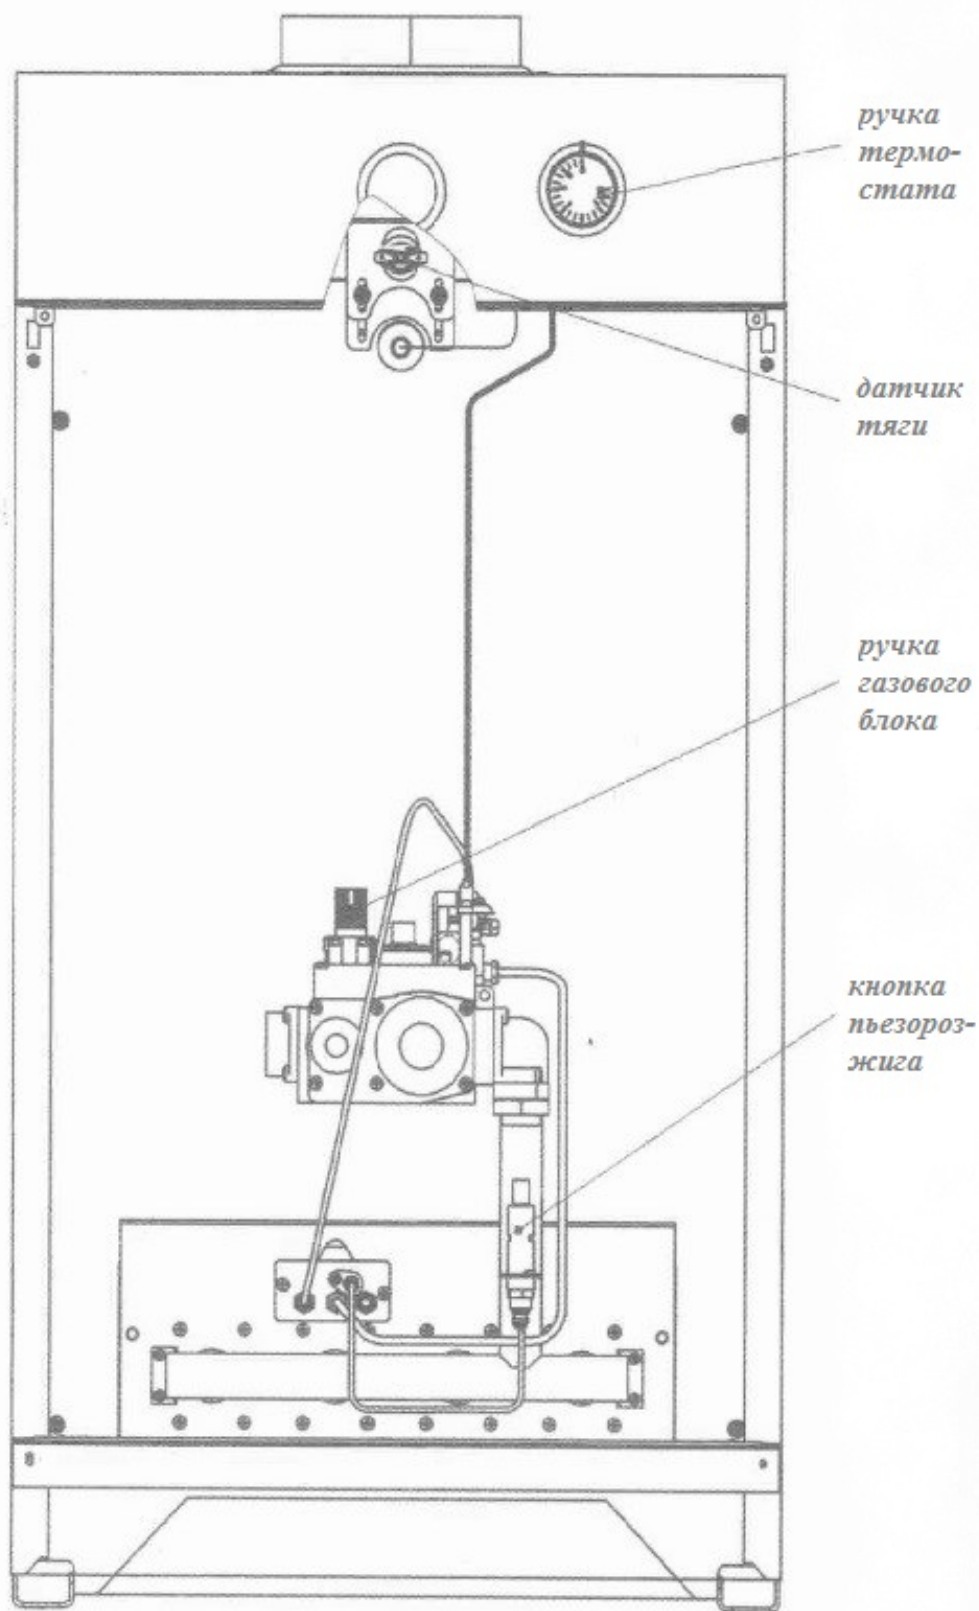

Рис. 12. Особенности КОГВ «STRATTOS» 35-100 кВт (дверца не показана)
- 8.4.3. Нажать на ручку до упора и, удерживая её, произвести 2-3 нажатия на кнопку пьезорозжига (см. рис.12). Допускается розжиг производить спичкой через смотровое окно.